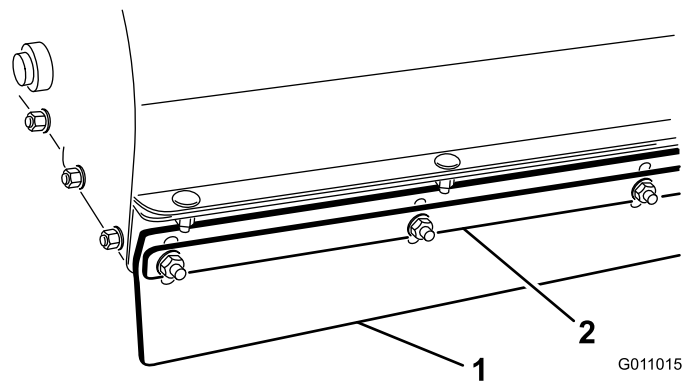

Bild 20
- Lösen Sie die Muttern, mit denen der Metallstreifen und die vordere Klappe am Bürstengehäuse befestigt sind (Bild 20).